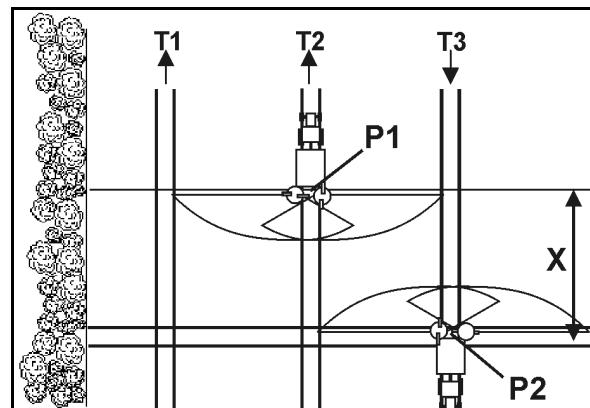

Fig. 87
- Lukkespjeldene åpnes etter innkjøring i kjøresporet på punkt P1 (Fig. 87) hvis spredeskivene har avstanden X fra kjøresporet til vendeteigen.
- Lukking av spjeldet før kjøring ut av kjøresporet på punkt P2 (Fig. 87) hvis spredeskivene befinner seg på høyde med det første kjøresporet i vendeteigen.